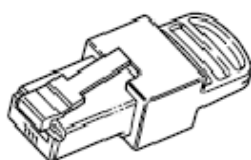

Рисунок 2-12 Сетевой терминатор (заглушка).
- Сетевые заглушки (Рисунок 2-12). Сеть Xanbus должна быть соответствующим образом нагружена на каждом конце. Это необходимо для того, чтобы обеспечить хорошее качество сигнала в сети. Терминаторы (заглушки) сети подключаются к сетевым портам на устройствах, подключенных к сети Xanbus. Контроллер заряда XW MPPT 60/150 и другие Xanbus-устройства поставляются с одним терминатором (заглушкой). В зависимости от конфигурации сети, эти заглушки, возможно, могут быть вставлены в другое устройство, в другом месте в сети.